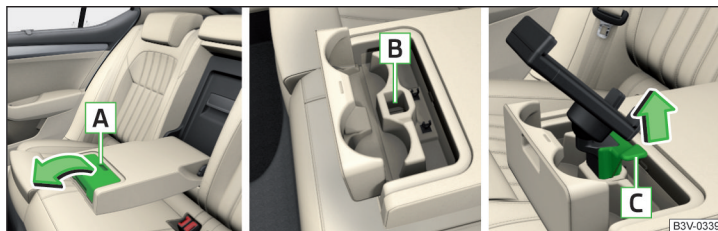

Fig. 117 Abrir el compartimento guardaobjetos / compartimento guardaobjetos para el soporte / desinstalar el soporte
- Para **colocar** la tapa, agarrar en el rebaje **A** y abrir en el sentido de la flecha » fig. 117.